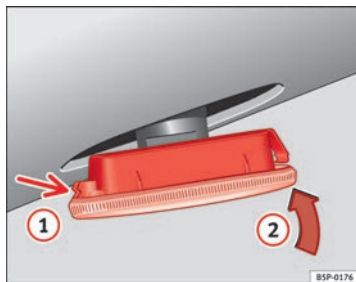

Fig. 164 Luzes indicadoras de mudança de direcção laterais
- Coloque o indicador de mudança de direcção em primeiro lugar no orifício da carroçaria, encaixando as patilhas **(1)** ⇒ Fig. 164, e em seguida, encaixe a lâmpada da forma indicada pela seta **(2)** ⇒ Fig. 164. ■